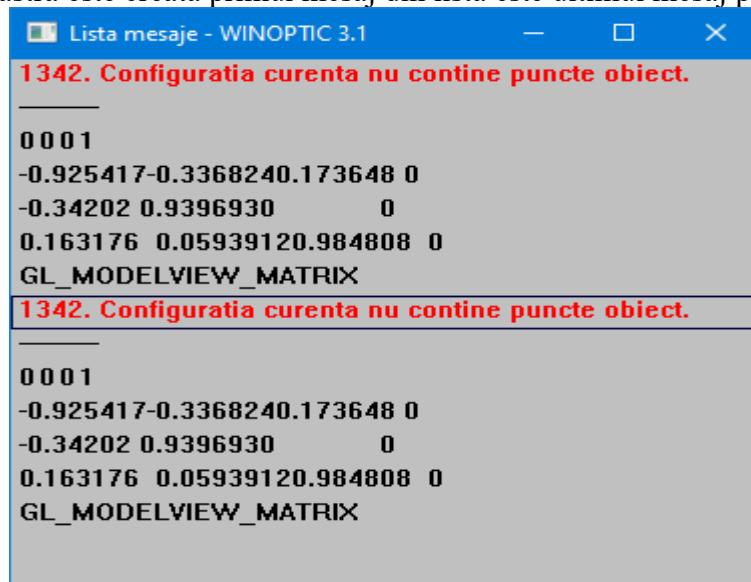

Fig. 4.11.1
- *Insereaza la inceput* – ultimul mesaj primit este la inceput de lista, incepand cu urmatorul mesaj primit; Setat are semnul de marcat. (vezi Fig. 4.11.1)